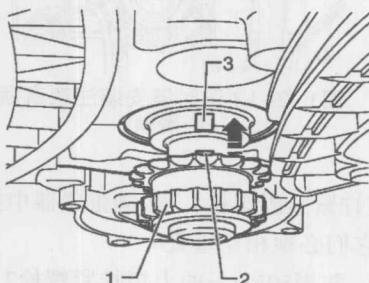

图1-2-8 安装曲轴链轮
①沿图1-2-8所示的箭头方向推链轮1直到曲轴轴颈的极限位置。